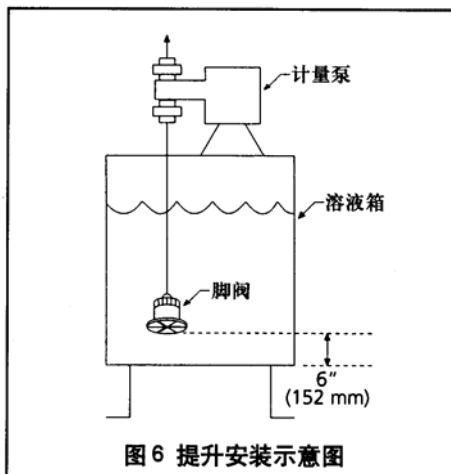

图6 提升安装示意图
3. G系列泵应在输送液体初始压力为大气压或高于大气压的条件下运行。尽管泵能在输送液体初始压力低于大气压的条件下运行，但在负压条件下，所有连接部位应绝对不渗漏且为真空密封是很重要的，在吸液管路的底部应安装脚阀（见图6）。